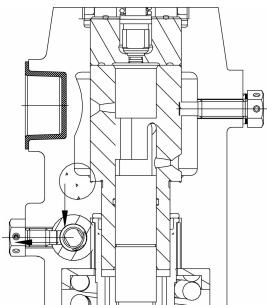

图4
(5) 泵体（一般由 HT250 铸造而成）柱塞套定位面有铸造疏松，柴油机运行一段时间后，疏松孔变大，大量燃油贮存在疏松孔中，多余燃油在疏松区造成渗漏，最后沿着齿条孔流出，如图 4 所示。